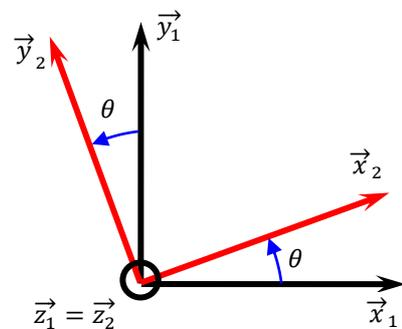

Figure 4
- indiquer le paramètre angulaire ici θ (fig. 4).